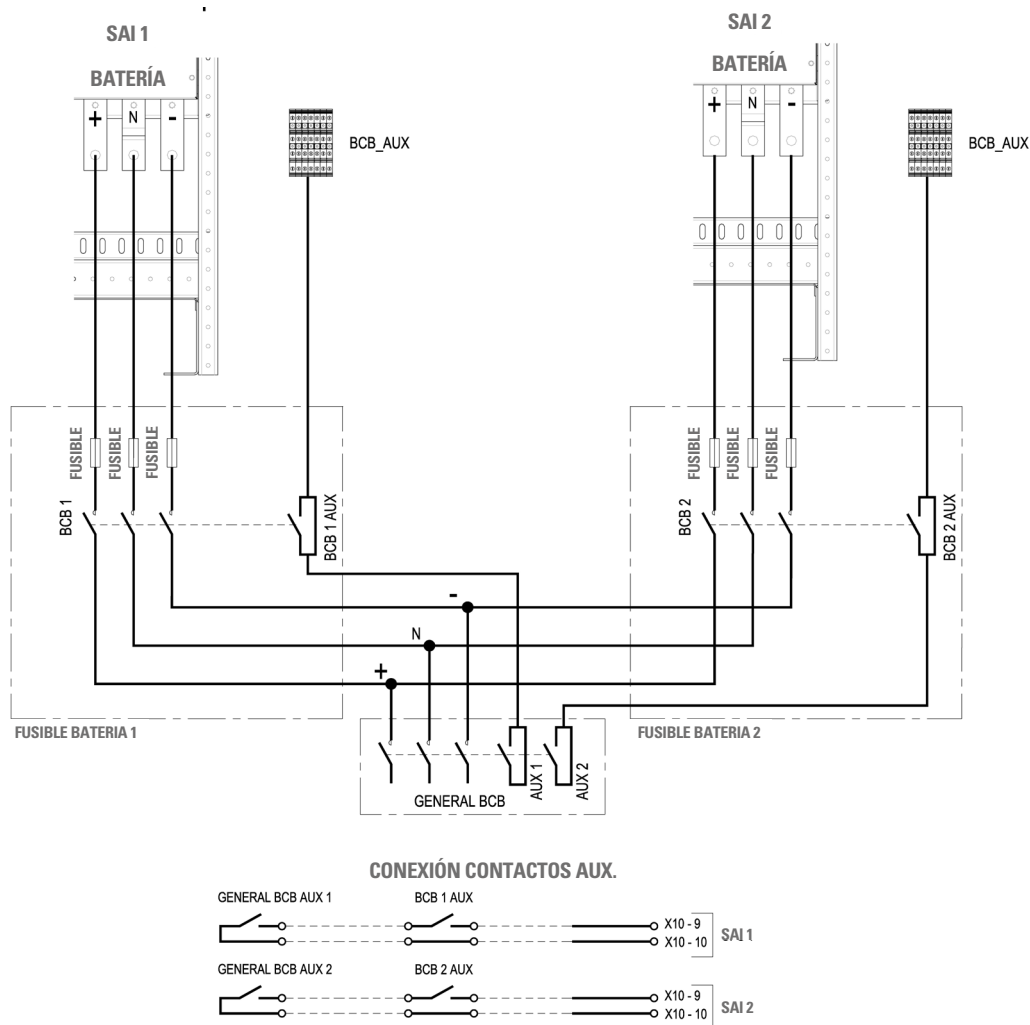

Fig. 51. Conexión de la batería del SLC 100 - 160 X-PERT y SLC 200 - 250 - 300 X-PERT.
- Cada SAI SLC X-PERT entre 100 y 160 kVA y entre 200 y 300 kVA, debe ser conectado a la batería mediante un **seccionador BCB externo** (BCB1 y BCB2 de la Fig. 51) . El seccionador de baterías debe equiparse con un contacto "normalmente abierto" para poder conectarse con el seccionador de entrada BCB_AUX. El diagrama de conexión se muestra en la siguiente figura: